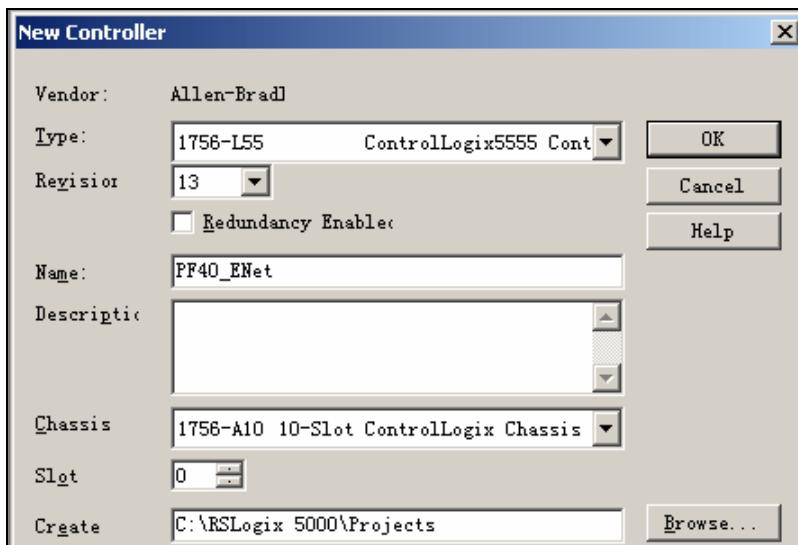

图 3-19 新建控制器对话框
11. 单击 *File->New* 创建新项目。看到 *New Controller* (新建控制器项目) 界面。起始槽号为 0。直接观察 *ControlLogix Demo* 箱，确定 Logix5555 控制器所在槽位；也可以打开 *RSLinx* 软件，组态通讯，在 *RSWho* 中确定 Logix5555 控制器槽位，第二种方法显然更适用于操作员进行远程操作。配置好的画面如图 3-19 所示：